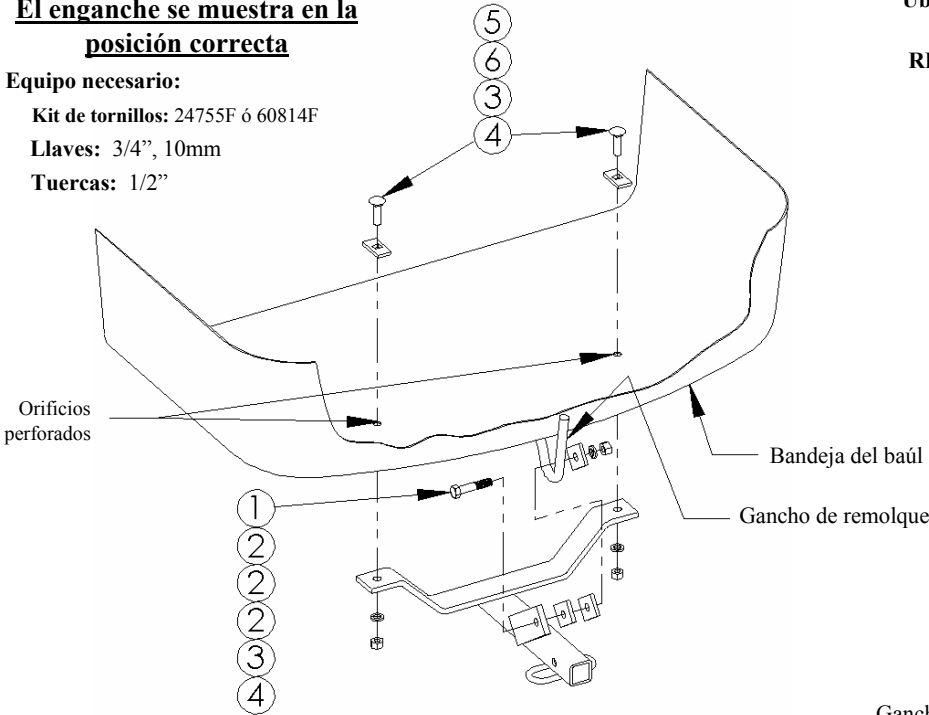
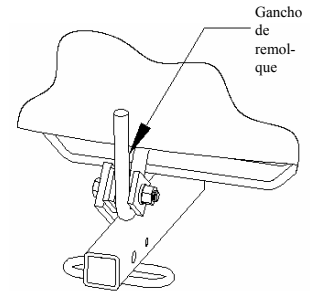
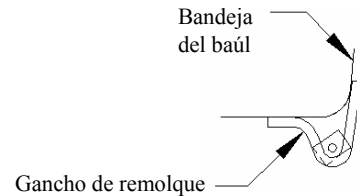

Figura 1
Figura 2
Figura 3
①	Cant. (1)	Perno hexagonal, 1/2"-13 x 2-1/2"	④	Cant. (3)	Tuerca hexagonal, 1/2"
②	Cant.(3)	Espaciador, 1/4" x 1-1/2" x 2"	⑤	Cant. (2)	Perno de carruaje, 1/2"-13 x 1-3/4"
③	Cant.(3)	Arandela de bloqueo, 1/2"	⑥	Cant. (2)	Espaciador, 1/4" x 1" x 2"
3. Una el enganche al gancho de remolque como se muestra en la figura 1. Oriente los espaciadores con respecto al gancho de remolque como se muestra en la figura 2 y figura 3.
5. Instale el enganche a la bandeja del baúl con los pernos de carruaje, espaciadores, arandelas de bloqueo y tuercas como se muestra en la figura 1.